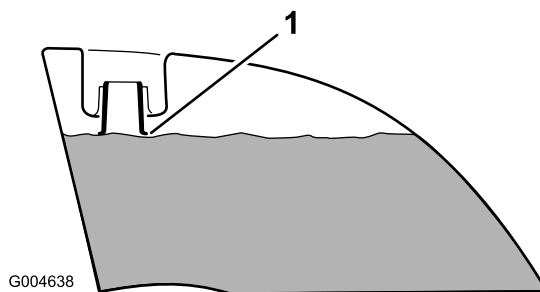

Figura 12
4. Adicione gasolina a ambos os depósitos de combustível até que o nível se encontre nivelado com o fundo do tubo de enchimento (Figura 12). Não encha demasiado os depósitos de combustível.